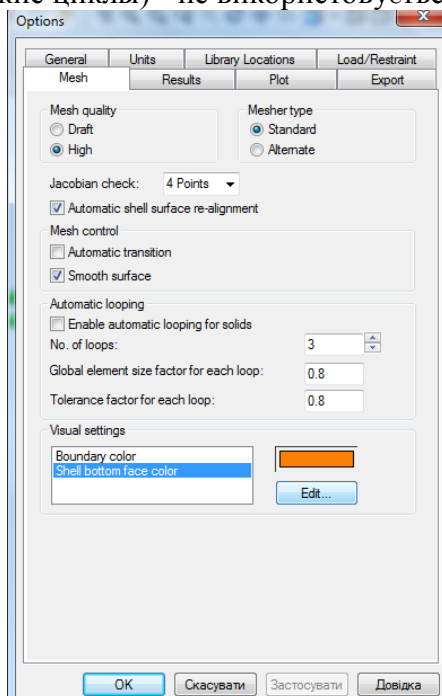

Рис. 1.21. Налаштування аналізу для хрестовини
12. Перевірте настройки для процедури дискретизації (рис. 1.21). Вікно **Preferences** (Настройки) визивається командою **Options** (Опции) з контекстної меню піктограми **Mesh** (Сетка) Менеджера. Виділіть вкладку **Mesh** переключатель **Mesh quality** (Качество сетки) установіть в положення **High** (Элементы второго порядка), для **Mesher type** (Способ разбиения) назначьте тип **Standard** (Стандартный), для **Jacobian check** (Проверка Якобиана) – варіант **Points** (4 точки). Опція **Automatic transition** (Автоматическое уплотнение) повинна бути неактивна, **Smooth surface** (Сглаживать поверхность) активна; **Automatic looping** (Автоматические циклы) - не використовується.